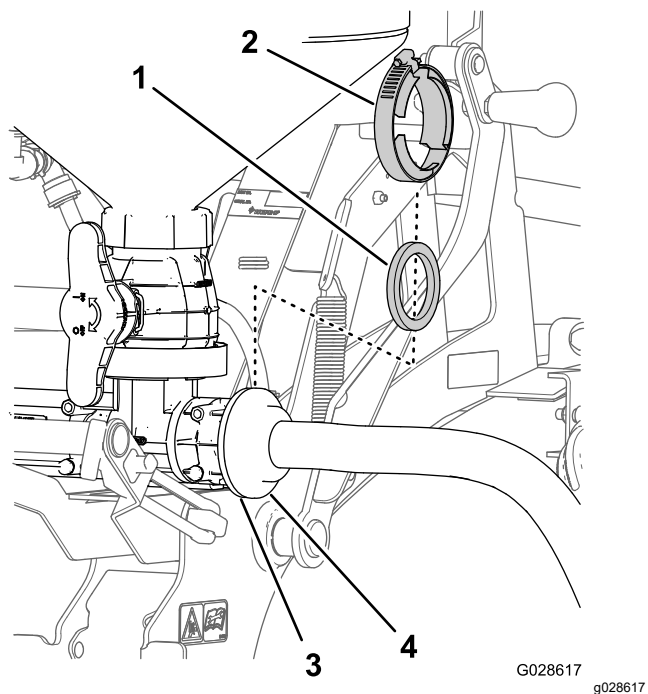

Figura 26
1. Aliniați fittingul cu flană al furtunului de alimentare cu flana ejectorului (Figura 26).
2. Fixai furtunul de alimentare la ejector cu ajutorul unei garnituri și al clemăi cu flană (Figura 26).